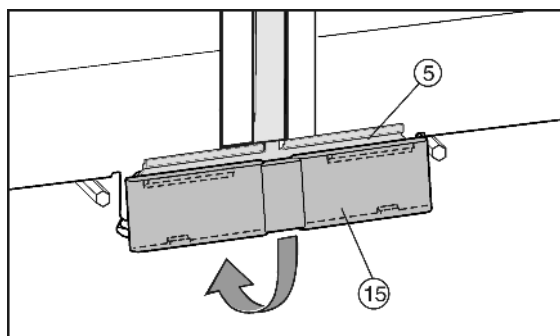

Fig. 11
- ▶ Spodnji pokrov *Fig. 11 (15)* z zgornje strani namestite na povezovalno ploščo *Fig. 11 (5)* in ga zavarujte na spodnji strani.